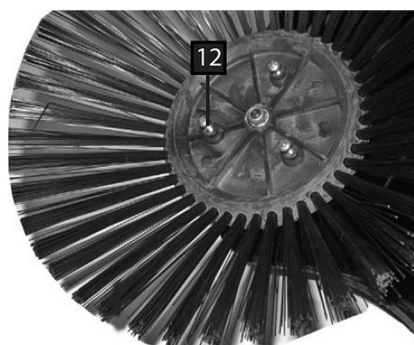

Fig. 5: Montaje de los cepillos de alimentación.
- Paso 3: Use los tornillos (12, Fig. 5) para fijar los cepillos de alimentación a las placas de montaje en la parte inferior del dispositivo.